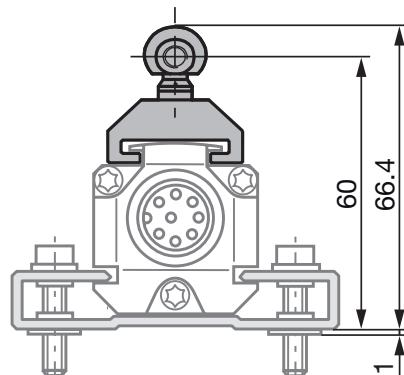
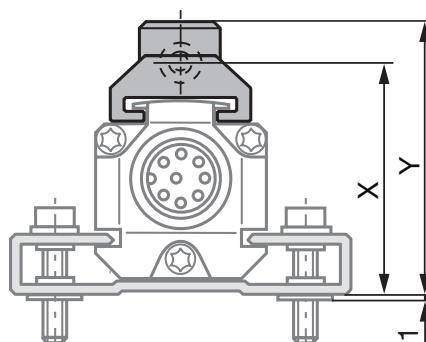
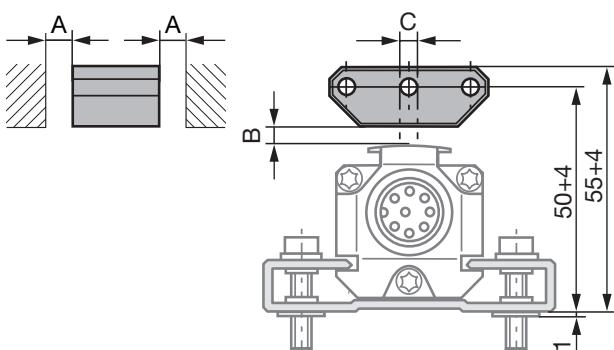
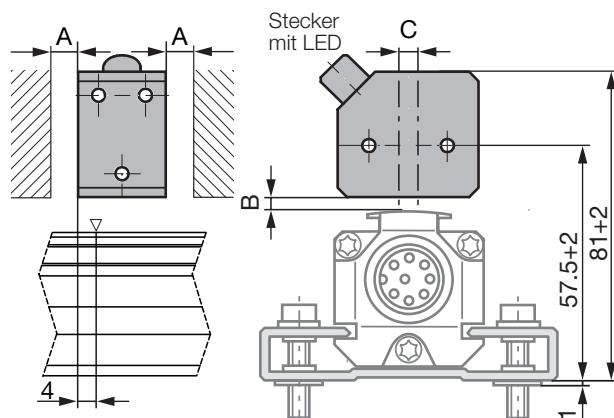

Bild 4-1: Maße und Abstände mit Positionsgeber BTL5-F-2814-1S
Bild 4-3: Maße und Abstände mit Positionsgeber BTL5-M/N-2814-1S
Bild 4-4: Maße und Abstände mit Positionsgeber BTL5-P-3800-2
Bild 4-8: Maße und Abstände mit Positionsgeber BTL5-P-4500-1 mit elektrischer Magnetfeld-Erzeugung (24 V/100 mA)
- i** Der Wegaufnehmer Micropulse in Profilbauweise eignet sich sowohl für freie, d. h. berührungslos arbeitende Positionsgeber (siehe Bild 4-4 bis Bild 4-8) als auch für geführte Positionsgeber (siehe Bild 4-1 bis Bild 4-3).
- Der Abstand A zwischen Positionsgeber und Teilen, die aus magnetisierbarem Material bestehen, muss mindestens 10 mm betragen (siehe Bild 4-4 bis Bild 4-8).
- Für den Abstand B zwischen Positionsgeber und Wegaufnehmer und für den Mittenversatz C (siehe Bild 4-4 bis Bild 4-8) sind folgende Werte einzuhalten:
Der Messbereich ist um 4 mm in Richtung des BTL-Steckers versetzt (siehe Bild 4-8).